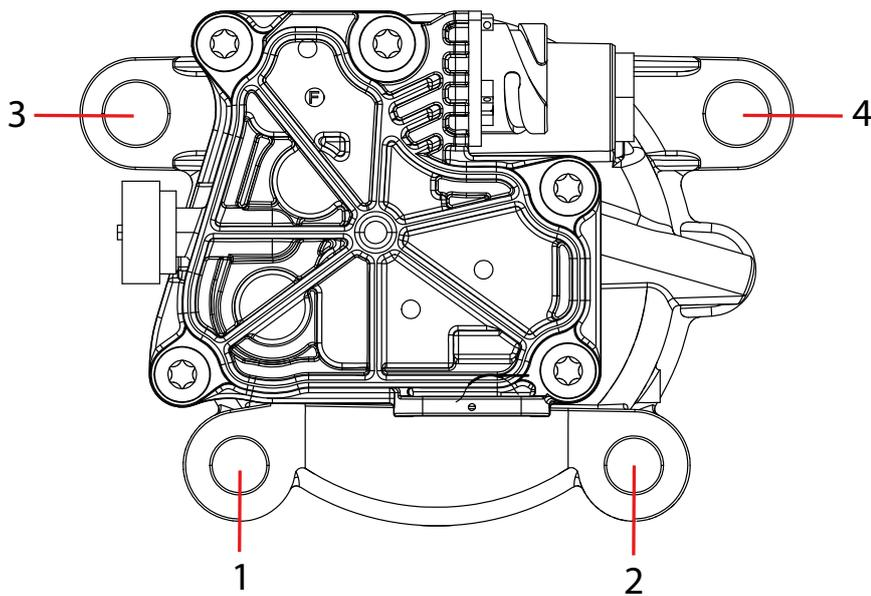

Fig. 5 Orden de los tornillos a soltar
5. Afloje y retire los tornillos del 1 al 4, incluidas las arandelas, véase "Fig. 5 Orden de los tornillos a soltar".
4. Introduzca los dos tornillos con las arandelas (posición 3 y 4 véase "Fig. 5 Orden de los tornillos a soltar") y apriételes con $M = 57 \pm 4,6$ Nm.
5. Introduzca los dos tornillos (posición 1 y 2 véase "Fig. 5 Orden de los tornillos a soltar") y apriételes con $M = 23 \pm 1,8$ Nm.